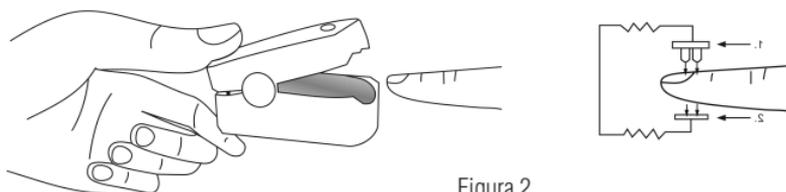

Figura 2
3. Stringere l'estremità opposta all'interruttore di alimentazione tra il pollice e l'indice per aprire il dispositivo. C'è una superficie strutturata sul lato del coperchio della batteria per facilitare la presa. (Figura 2)
10. Rimuovere il dito del paziente dal dispositivo premendo tra l'indice e il pollice, come indicato nella Figura 2.